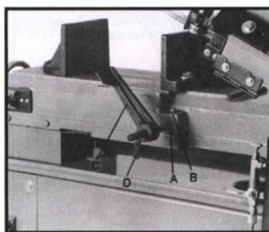

Fig. 1
4. Wsuń pręt blokujący materiał (A, rys. 1) do podstawy i zabezpiecz, dokręcając śrubą (B). Nasunąć ogranicznik materiału (C) na pręt i dokręć błotem (D).